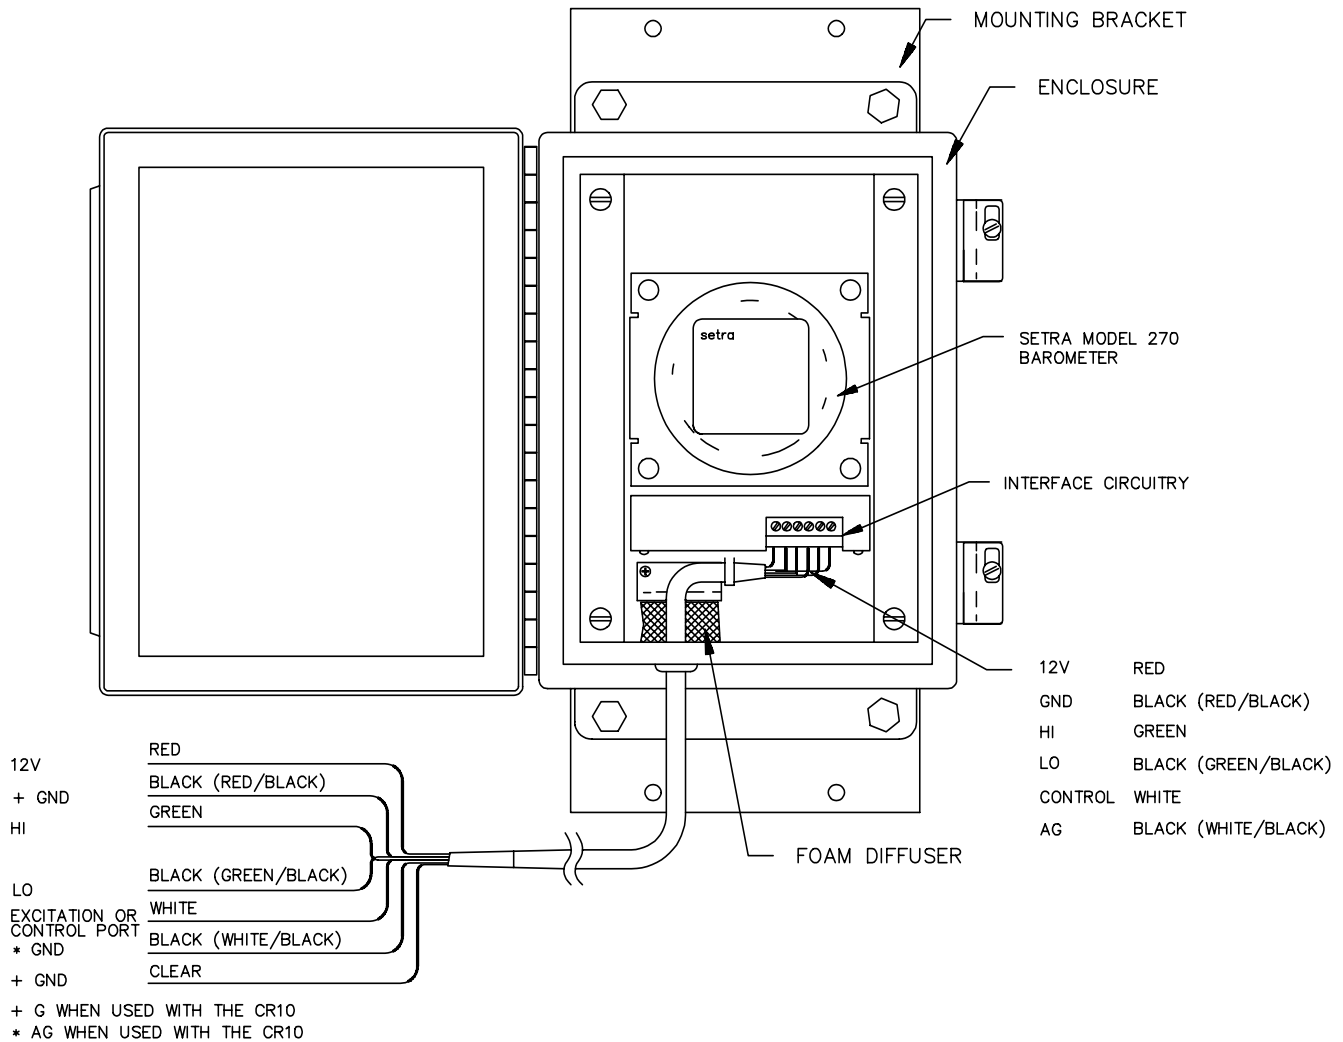

Figure 1 - Capteur de pression barométrique SBP270
Le capteur de pression barométrique SBP270 est un baromètre haute précision conçu pour une utilisation avec les enregistreurs de données CR7, 21X et CR10. La figure 1 montre le SBP270 qui contient un baromètre à capacité variable Setra modèle 270, un circuit d'interface, un câble de 1,5 m (5 pieds) et un boîtier qui met à l'abri des intempéries. Des supports de montage permettent de monter le SBP270 soit une surface plane, soit sur un tuyau NPT de 1 – 1,5 po.
Le circuit de l'interface que contient le SBP270 (figure 1) dispose d'une entrée de contrôle qui est branchée sur un port d'excitation commuté ou un port de contrôle sur l'enregistreur de données. Lorsque l'enregistreur de données fournit une tension (+1,5 à 5,0 V) à l'entrée de contrôle, le circuit s'active, ce qui double la tension d'alimentation de 12 V et applique cette tension au baromètre.
Le SBP270 est livré avec un câble de 1,5 m (5 pieds) qui se branche sur l'enregistreur de données CR7, 21X ou CR10. Les câbles se branchent sur l'enregistreur de données, comme illustré dans la figure 1. Remarquez que lorsqu'il est utilisé avec le CR10, le câble noir (de la paire blanc/noir) se branche à une terre analogique (AG) et les deux autres câbles marqués GND se branchent à la terre (G).
Le SBP270 nécessite très peu d'entretien. Nettoyer et dégager régulièrement la mousse diffusante (voir figure 1). Les sacs de desséchant à l'intérieur du boîtier doivent être remplacés quand nécessaire. Les sacs de desséchant peuvent être réactivés en les plaçant dans un four à 250°F pendant 16 heures, ou alors, vous pouvez en commander d'autres chez CSI.